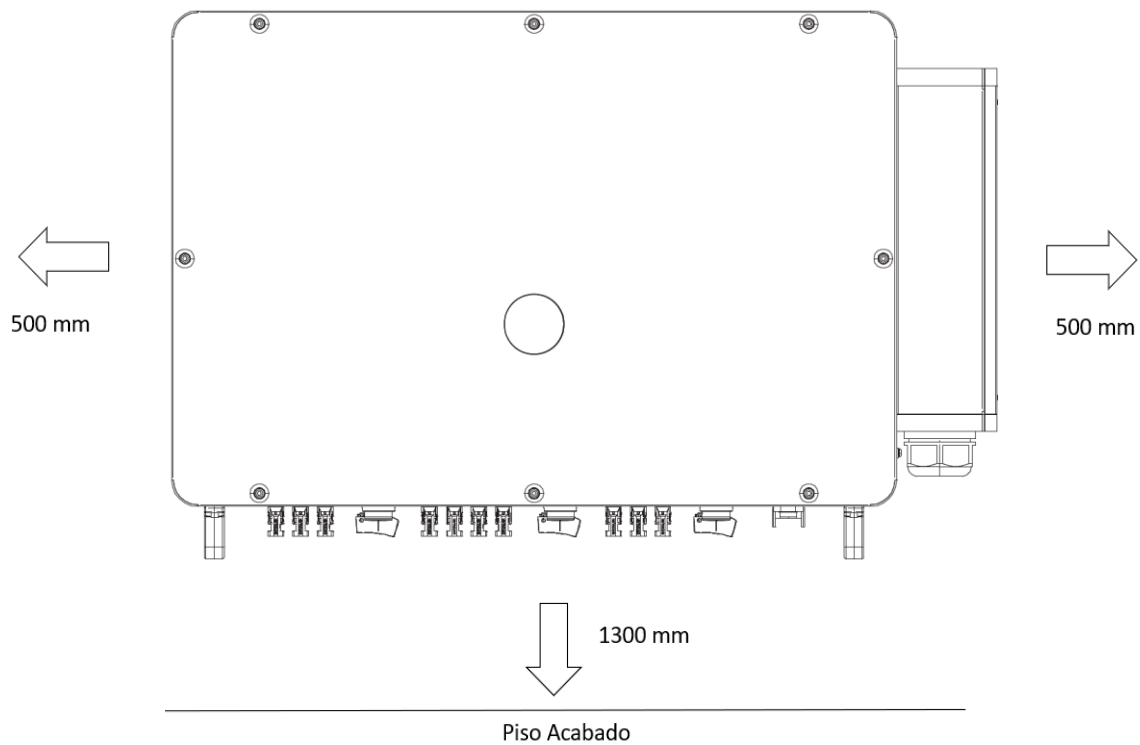

Figura 8 – Distâncias entorno do Inversor
- Para melhor eficiência do Produto, as stringboxes CC e CA devem ser posicionadas nas laterais do grupo de inversores como mostra a figura 8 e respeitando os espaçamentos necessários.